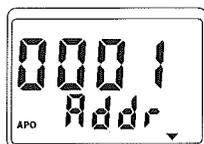
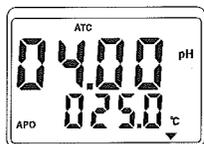
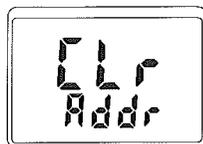

図1
図2
図3
**HOLDボタン⑥** : このボタンを押すと"H"アイコンが表示されデータがホールドされます。再度押すと"H"アイコンが消えデータホールドは解除されます。
**MAX/MINボタン⑦** : このボタンを押す毎にMAX(最大値記録)、MIN(最小値記録)、MAX-MIN(最大最小値差記録)、AVG(平均値記録)の各記録モードに切り替えます。これらのモード中にHOLDボタンを押すと記録を中止し、表示がホールドされます。再度HOLDボタンを押すと記録を再開します。この記録モードではオートパワーオフ(APO)及びバックライトを除く他の機能は使用できません。このボタンを2秒以上長押しすると記録モードは解除されます。
**°C/°F ☼ ボタン⑪** : このボタンを押すとバックライトが点灯します。再度押すと消灯します。ボタンを2秒以上長押しすると温度単位°C(摂氏)と°F(華氏)が切替ります。
**▲⑧および▼ボタン⑨** : これらのボタンは各種設定値の増減を行なう時や測定データ呼び出す時に使用します。
**SAVEボタン⑬** : このボタンは測定データ(pH値や温度値)をメモリーに保存する時に使用します。ボタンを押すと▼マークが一瞬表示され測定データがメモリーに保存されます。最大128個のデータを保存することが出来ます。
CLR/READボタン⑫：このボタンはメモリーに保存された測定データを呼び出す時に使用します。ボタンを押すと保存番号と保存データが交互に表示されます(図1、図2)。▲または▼ボタンで保存番号を選択出来ます。再度ボタンを押すとこのモードは解除されます。このボタンを2秒以上長押しすると"CLR"と"Addr"が一瞬表示しメモリーはクリアされます(図3)。